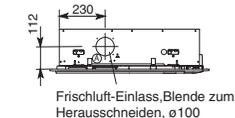

Abb. 3-5
- (5) Wenn für die Anlage eine Frischluftversorgung in die Einheit erforderlich ist, die Isolierung (sowohl extern als auch intern) an der in Abb. 3-5 gezeigten Stelle abschneiden und entfernen.